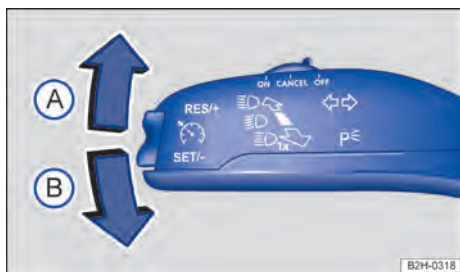

Fig. 85 À esquerda na coluna de direção: alavanca dos indicadores de direção e do farol alto.
2. Trazer a alavanca dos indicadores de direção e do farol alto da posição central para a seguinte posição → Fig. 85:
- (A) Piscar à direita ➡.
- (B) Piscar à esquerda ⬅.